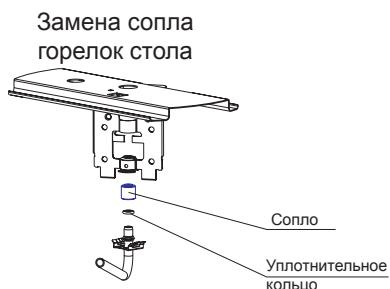

рис. 18
25.1. Проведение замены сопла при ремонте, а также при переводе на другой тип газа (рис.18)
5. Снять установленные сопла, для этого отверткой необходимо отсоединить металлическую защелку от отбортовки гнезда держателей сопла и вывести газоподводящую трубку вместе с соплом из гнезда, затем снять сопло с трубы газа (рис.18). Резиновые уплотнительные кольца рекомендуется оставить на трубках.